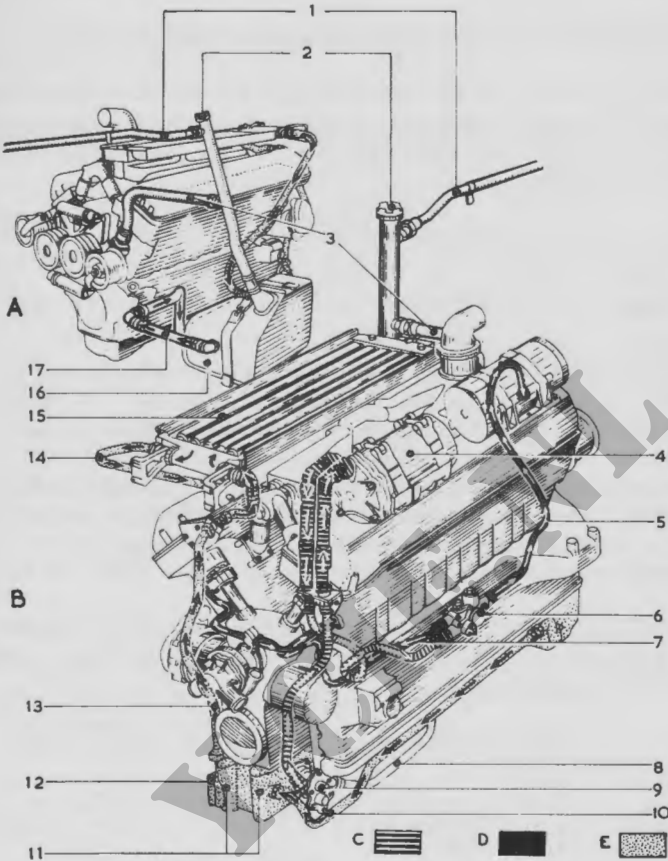

Fig. 12. Smeerinstallatie van de motor
BESCHRIJVING (fig. 12)
82. De motor wordt gesmeerd door een droogcarter-smeerinstallatie, die één pomp heeft voor het hogedruk gedeelte en twee pompen voor de retourleiding (fig 12 resp. nr 9 en 12).